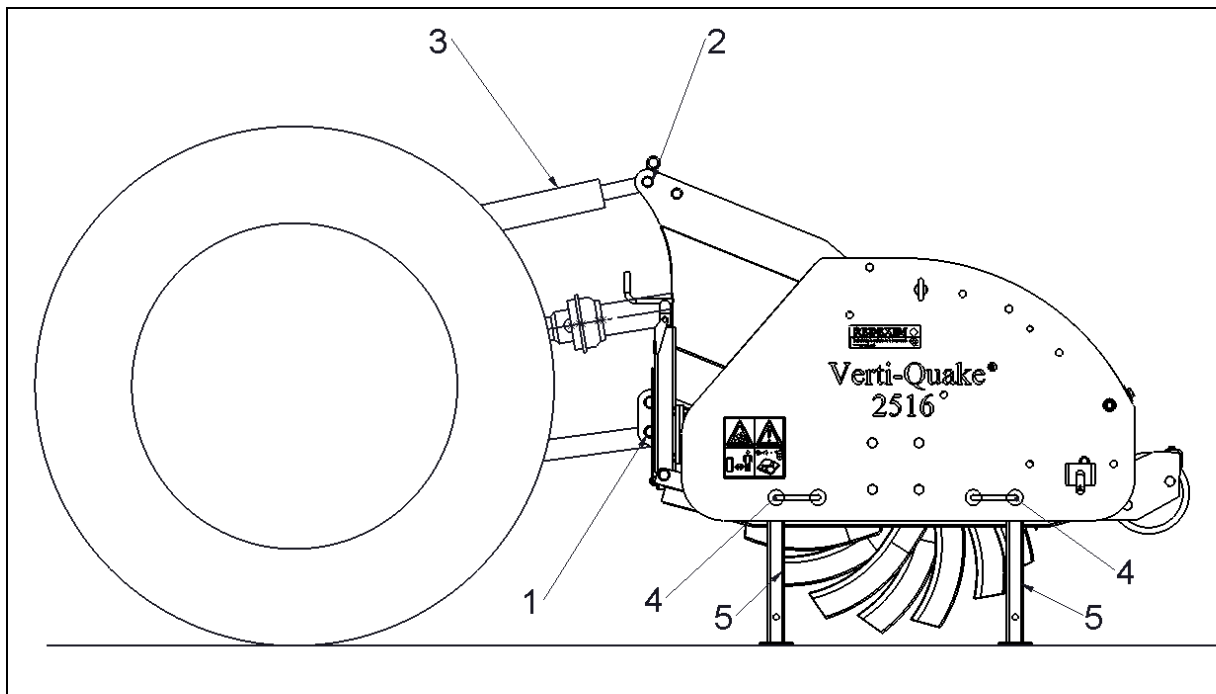

Fig. 10
5.0 TILKOBLING TIL TRAKTOR (Fig. 10)
Metoden er som følger: (Fig.10)